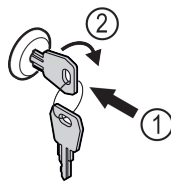

Fig. 165
- Inserire la chiave. Fig. 165 (1)
- Ruotare la chiave di 90° in senso orario. Fig. 165 (2)